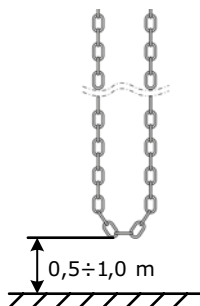

Рисунок 6
- Край цепи аварийного ручного управления в собранном состоянии должен находиться на высоте 0,5–1 м (рис. 6). При необходимости укоротите цепь. Максимальная длина цепи в комплекте поставки привода — 10 м. Если длины цепи недостаточно, то требуется приобретать отдельно цепь требуемой длины.